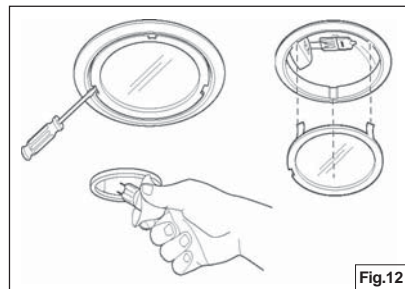

Fig.12
1. Abra la tapa haciendo palanca sobre las hendiduras apropiadas. Fig. 12.